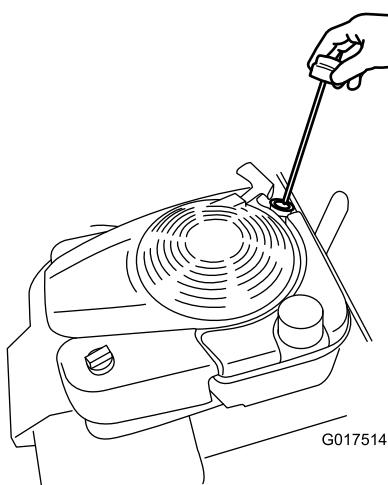
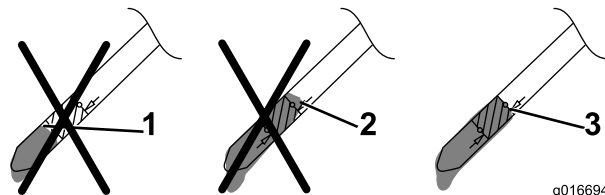

Рисунок 14
Рисунок 15
2. Извлеките масломерный щуп (Рисунок 14).
5. Определите уровень масла по отметкам на щупе (Рисунок 15).
- Если уровень масла слишком низкий, **медленно** залейте небольшое количество масла в маслозаливную горловину, подождите 3 минуты и повторите действия, указанные в пунктах 3 – 5, чтобы масло достигло требуемого уровня, как показано на Рисунок 15.
Отрегулируйте высоту скашивания на требуемое значение; см. рис. 14 и рис. 15.